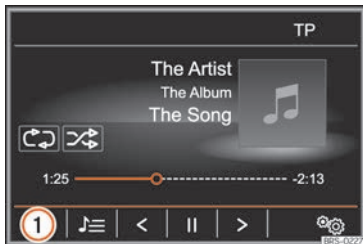

Abb. 208 Hauptmenü MEDIEN
- Im Hauptmenü MEDIEN die Funktionsfläche » Abb. 208 ① antippen und (BT-Audio) wählen.